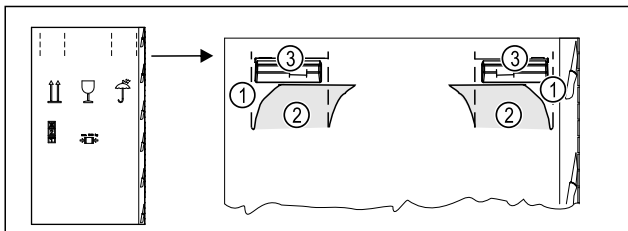

Fig. 5
- ▶ Fent, a perforálásnál Fig. 5 (1) nyomja be a csomagoló kartont.
- ▶ Húzza ki a benyomott fület Fig. 5 (2).
- ▶ A jobb és a bal oldalon látható a hordfogantyú Fig. 5 (3).
- ▶ Tartsa meg a készüléket a hordfogantyúnál Fig. 5 (3).